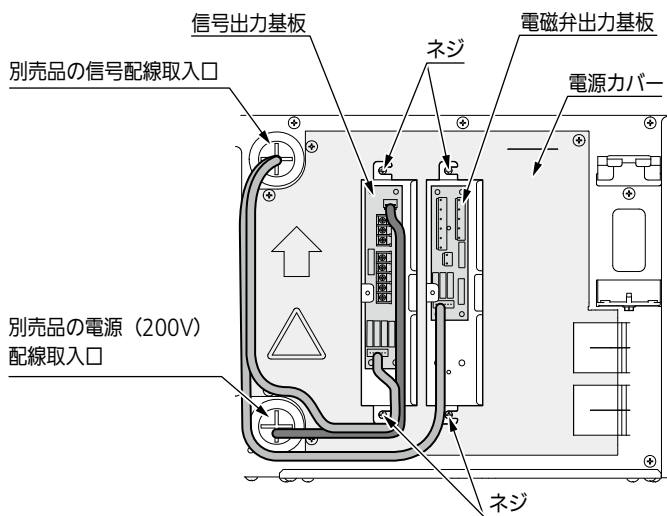

図19
- 信号出力基板または電磁弁出力基板は室内ユニットの電源カバーに別売品付属のネジで取り付けてください。(図19)